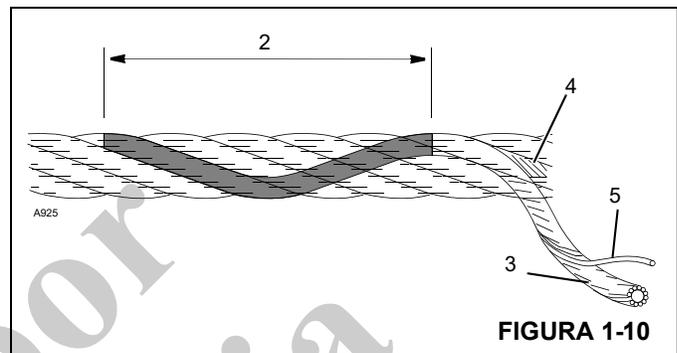

FIGURA 1-10
13. Para revisar si hay alambres rotos (5) (Figura 1-10) alivie la tensión en el cable, muévelo hacia afuera de los “puntos de recogida” y dóblelo lo más que se pueda. Los defectos del cable hacen referencia a la “longitud de sesgo” (2), que es la distancia medida a lo largo del cable en donde una trenza (3) logra una revolución completa alrededor del núcleo (4).